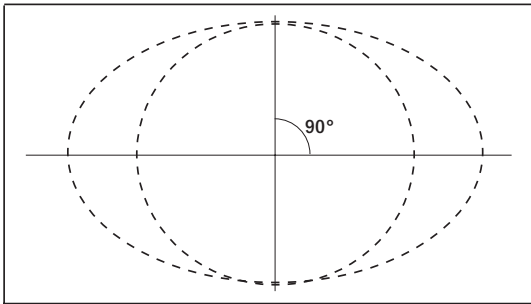
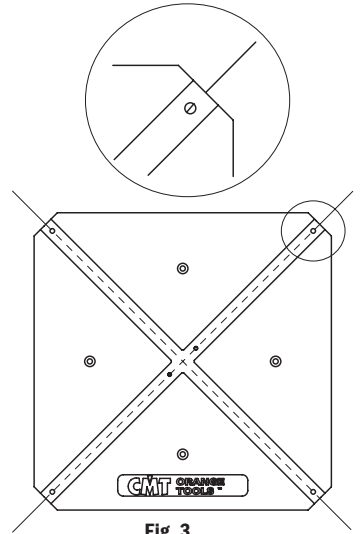
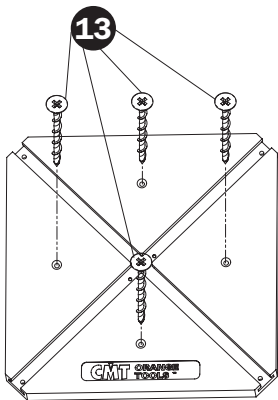

Fig. 2
Fig. 3
Fig. 4
(Fig. 2) Marque en la parte no acabada de la mesa los ejes a 90° del círculo a fabricar.
(Fig. 4) Fije la estructura de plástico (1) a la mesa con los tornillos autorroscantes para madera (13) o con cinta biadhensiva, de manera que las ranuras de la estructura de plástico (1) se crucen con el centro de los ejes preparados anteriormente (Fig. 3).
(Fig. 2) Marque en la parte no acabada de la mesa los ejes a 90° de la elipse a fabricar y determine la medida de la elipse. (Fig. 4) Fije la estructura de plástico (1) a la mesa con los tornillos autorroscantes para madera (13) o con cinta biadhensiva, de manera que las ranuras de la estructura de plástico (1) se crucen con el centro de los ejes preparados anteriormente (Fig. 3).